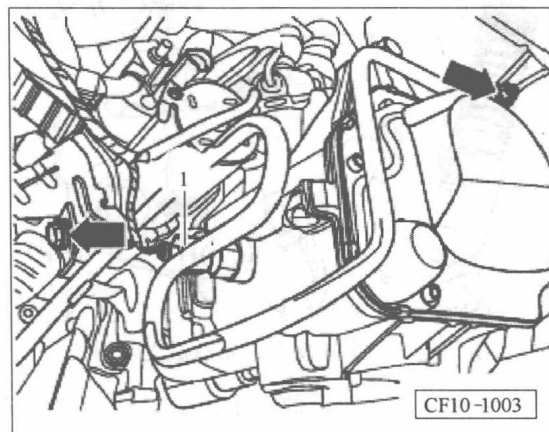

图 2-13 松开转向助力管路固定螺栓
③ 尽可能向上放置右传动半轴，并将其固定在合适位置。
④ 拆下带尾气催化净化器的排气前管。
⑤ 从附加动力总成支架上拆下转向助力叶片泵。
⑥ 松开转向助力管路固定螺栓（箭头），见图 2-13。
⑦ 断开倒车灯开关 F4 插头连接 1，见图 2-13。